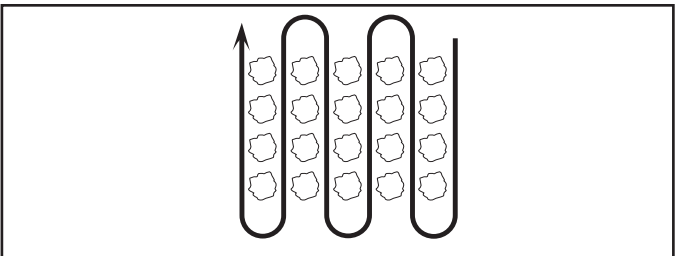

Fig. 15
- Biniez les lignes de long en large à une vitesse qui permette aux dents de déraciner les mauvaises herbes et de laisser le sol à l'état brut pour faire en sorte que les mauvaises herbes et le gazon n'y poussent plus (Voir la Fig. 15).